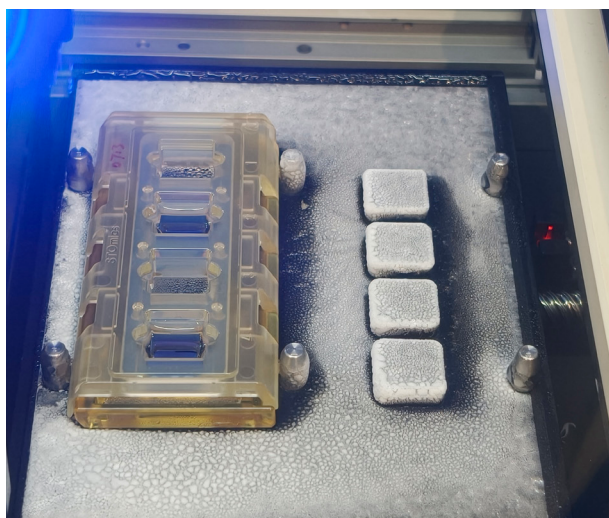

图 3-27 反应模块制冷过程中产生轻微结霜，属正常物理现象
- ⚠ 从“解交联”步骤至“固定”步骤结束前，若流程暂停过久，可能会导致“固定”步骤所需的低温反应模块制冷过久，模块表面过度结冰，载具因冻住而无法转移。正常运行中轻微结霜（如图 3-27 所示）为正常物理现象，不影响运行。